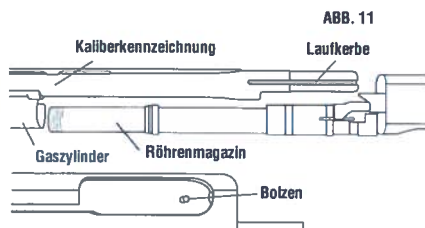

ABB. 11
9. Richten Sie die lange Kerbe auf der Rückseite des Laufs mit dem Bolzen aus, der aus dem Inneren des Rahmens vorsteht. Siehe Abb. 11.
10. Richten Sie die lange Kerbe auf der Rückseite des Laufs auf den Bolzen aus, der aus dem Inneren des Rahmens vorsteht. Siehe Abb. 11 auf Seite 12.